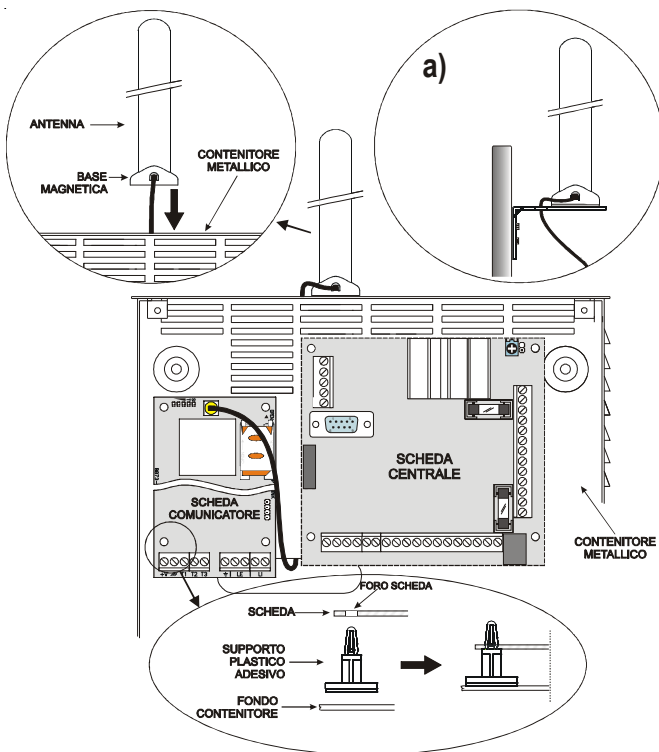

Fig. 2 - Montaggio scheda all'interno della centrale.
- 4a. Posizionare l'antenna con il cavo da 25 cm o l'antenna con il cavo da 2 m [1] sopra il contenitore metallico (Fig.2) in maniera che la base magnetica [2] aderisca con la superficie. Passare il cavetto dell'antenna attraverso un'apertura per il passaggio cavi. Per la versione **BGSM-100KEA** o **BGSM-120KEA** è possibile utilizzare la staffa metallica [13], vedere la Fig.2a. Fissare la staffa metallica [13] utilizzando i fori [12] su di un supporto adeguato. Posizionare l'antenna con il cavo da 2 metri [1] sopra la staffa metallica [13] (Fig.2a), in maniera che la base magnetica [2] aderisca con la superficie. Passare il cavetto dell'antenna attraverso il foro [11] della staffa metallica [13].